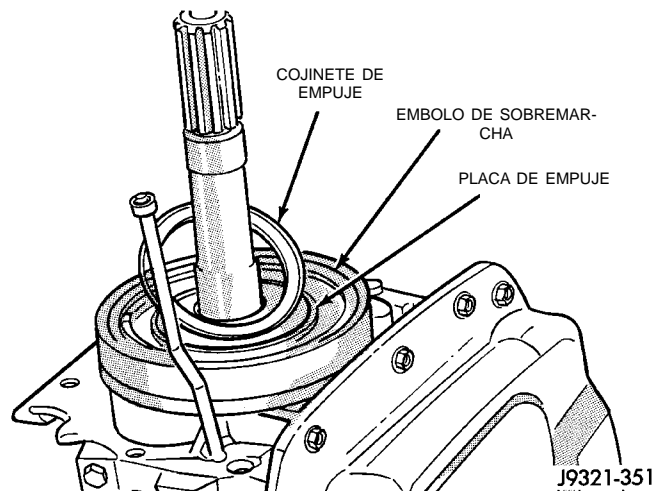

Fig. 198 Desmontaje/instalación del cojinete de empuje del émbolo de sobremarcha
(2) Retire el cojinete de empuje del émbolo de sobremarcha (Fig. 198).